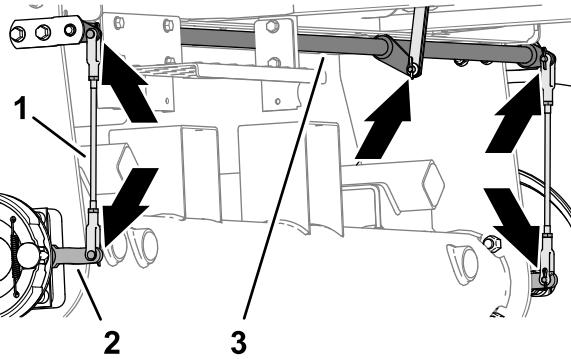

Figura 72
1. Ispezionate i gruppi delle aste dei freni di sinistra e destra (Figura 72) per escludere danni e usura.
2. Ispezionate l'albero di articolazione del freno (Figura 72) per escludere danni e usura.